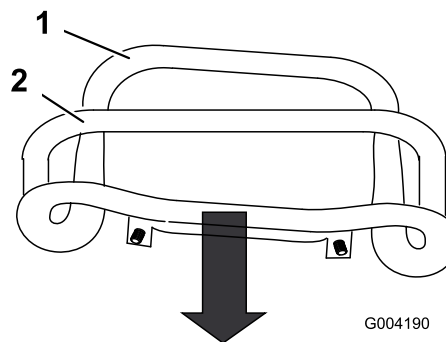

Figura 53
3. Tirate all'indietro il comando della trazione, spostandolo con un movimento rettilineo, in modo che la parte anteriore del comando venga a contatto con la barra di riferimento (Figura 53).